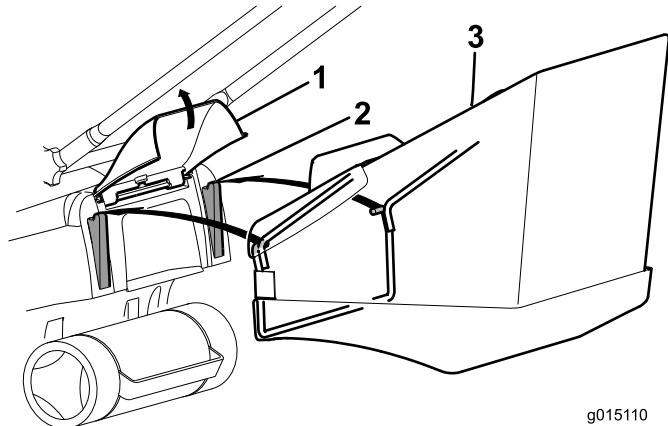

Рисунок 15
- Удерживая заднюю дверцу в верхнем положении, установите мешок для сбора травы на выступы (Рисунок 15).